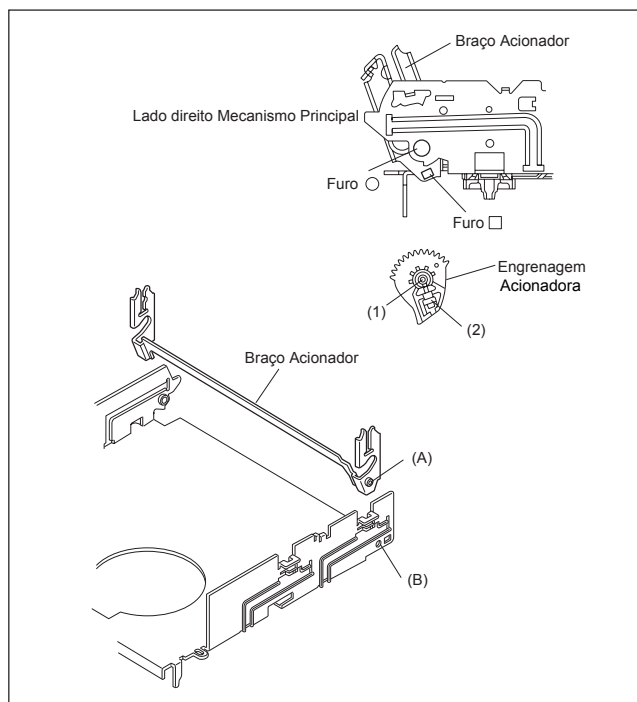

Fig.2-2-3f
- (1) Insira a seção (A) do braço de acionamento na seção (B) do mecanismo
- (2) Insira a seção (1) da engrenagem de acionamento no furo da seção (2) dentro do furo quadrado do braço de acionamento. (Veja Fig. 2-2-3f)